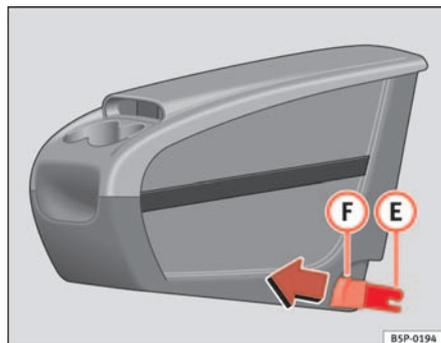
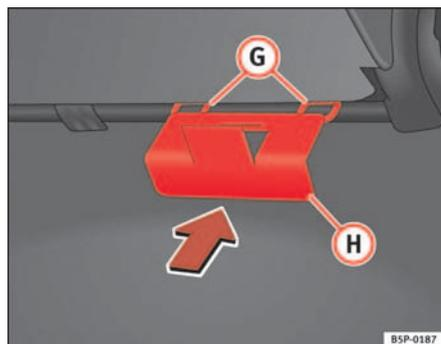

Fig. 110 Rangement mobile. Repose
Fig. 111 Plaque de fixation du rangement mobile
- Placez depuis l'intérieur du véhicule la plaque de fixation (H) ⇒ fig. 111 du rangement mobile par la partie arrière du dossier. Elle doit être située entre le dossier et le coussin, dans la zone de la place centrale.
- Mettez face à face les deux pièces de fixation (E) ⇒ page 142, fig. 110, avec les deux anneaux de fixation (G) ⇒ page 142, fig. 111 et appuyez fortement jusqu'à ce que les deux pinces s'enclipsent totalement dans les anneaux.
- Tirez sur chacun des boutons ⇒ page 142, fig. 110 (F) des pinces (boutons rouges) vers l'avant, jusqu'à entendre leur déclipsage.